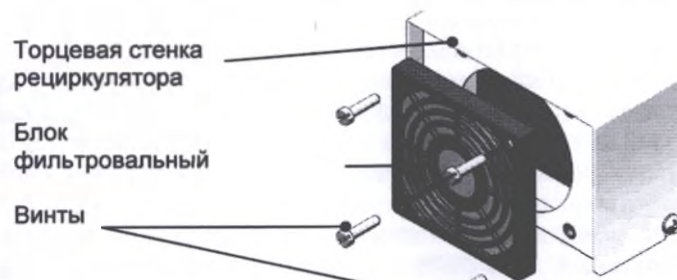

Рис.3
- Снять блок фильтровальный, открутив 4 винта (рис.3).
- подключить вилку шнура сетевого питания в розетку напряжением 220 В и установить переключатель «Сеть» в положение «ВКЛ», соблюдая правила техники безопасности и п.4.2 настоящего руководства, контролировать показания обратного отсчета на счетчике времени (рис. 3) в течение 9 секунд: «СБР9», «СБР8», ..., «СБР1», |0|0|0|0|. Последняя запись означает, что обнуление произведено.